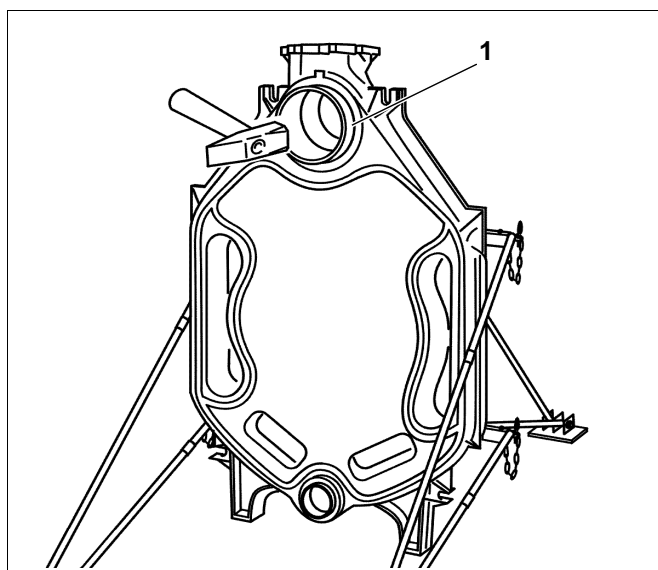

Fig. 11 Battere i nippel nella loro sede
- Immettere i nippel, dritti, nel mozzo superiore (gr. 4, 181/70) ed inferiore (gr. 1, 82/50) dell'elemento posteriore e batterli nelle sedi con decisi colpi di martello incrociati. Dopo l'inserimento, il nippel superiore (fig. 11, **pos. 1**) ed il nippel inferiore dovrebbero sporgere ca. 45 mm risp. ca. 35 mm dal relativo mozzo.